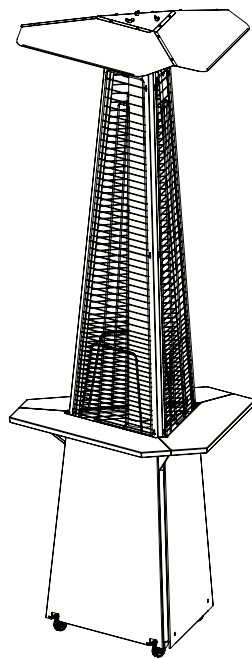

Рис. 10.
10. установите на места боковые и лицевую крышки. Затяните винты, фиксирующие боковые крышки. Сборка завершена (Рис. 10)